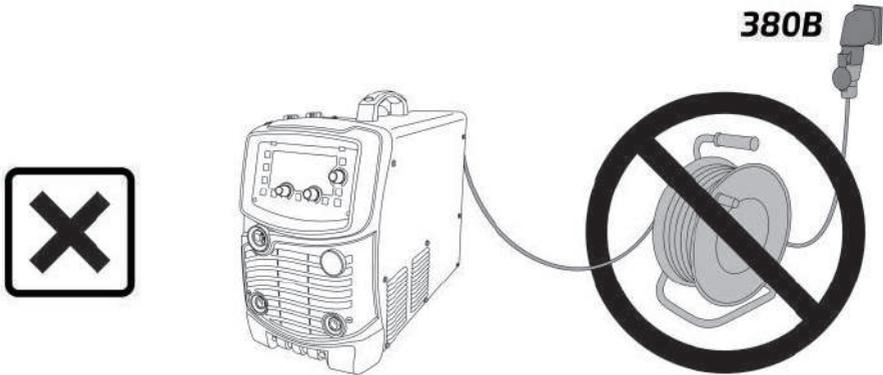

Рис. 8.1.3. Схема неправильного подключения и удлинения кабелей аппарата.
**Данный вид подключения (рис. 8.1.3) приводит к выходу аппарата из строя!**